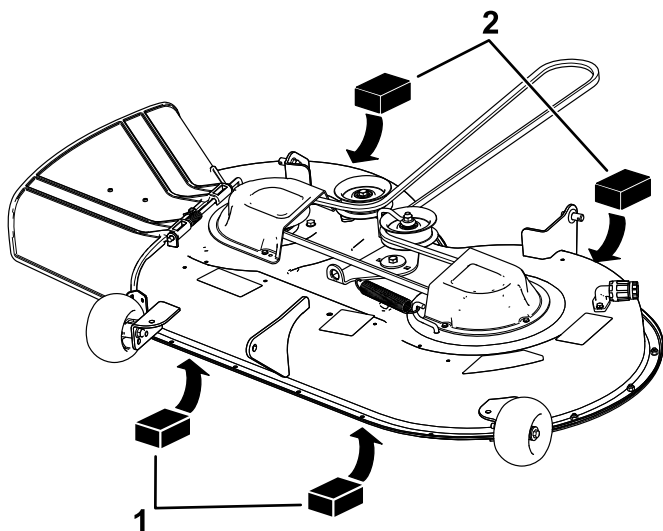

Figura 62
4. Coloque dos bloques de 6.6 cm (2 5/8") de grosor debajo de cada lado del borde delantero de la carcasa, pero no debajo de los soportes de los rodillos protectores del césped (Figura 62).
5. Coloque dos bloques de 7.3 cm (2 7/8") de grosor debajo del borde trasero del faldón de la carcasa de corte, uno en cada lado de la carcasa de corte (Figura 62).